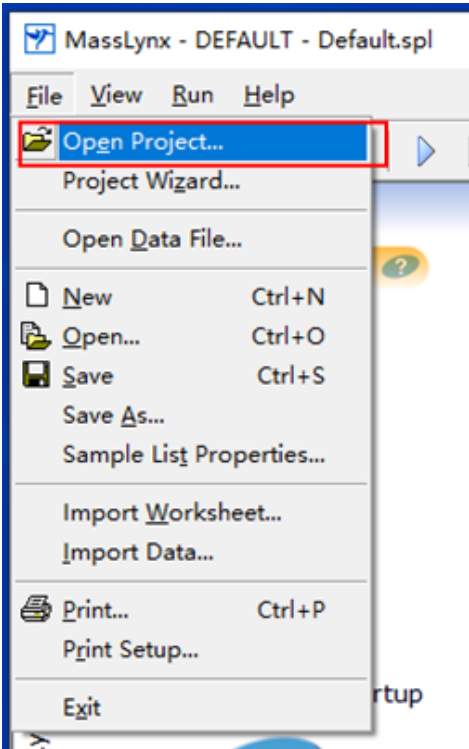

图 6-7
Step2. 点击 File – Open Project... (图 6-7), 弹出 6-8 对话框, 点击 Yes